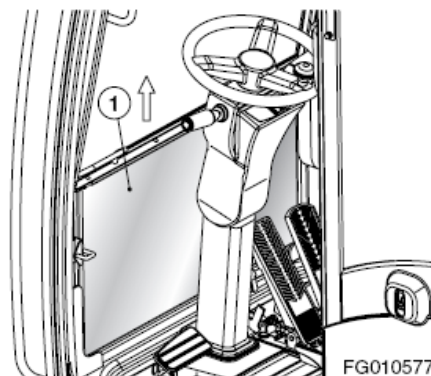

Figura 88
1. Después de alojar la ventana frontal superior en el techo de la cabina, retire la ventana inferior (1, Figura 88) de la cabina en el sentido indicado por la flecha.